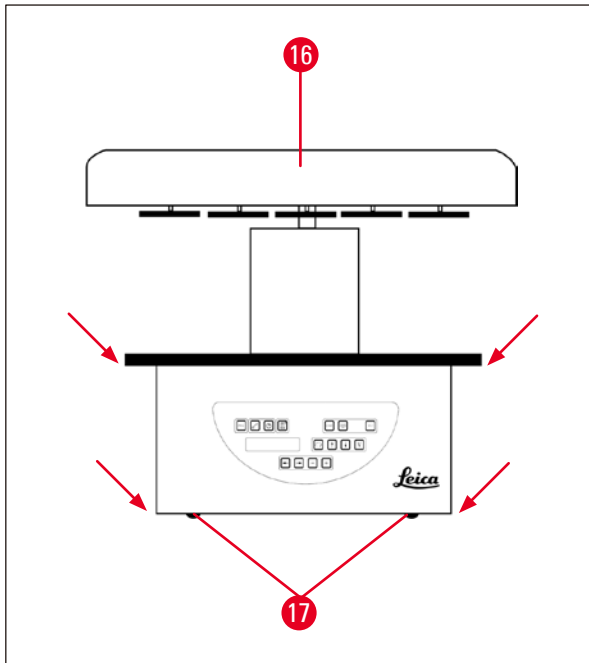

Bild. 12
- För att lyfta upp instrumentet tar du det vid reagensbehållarens plattform eller vid höljets nedre ände (→ Bild. 12) och lyfter det från basplattan (→ Bild. 11-10).